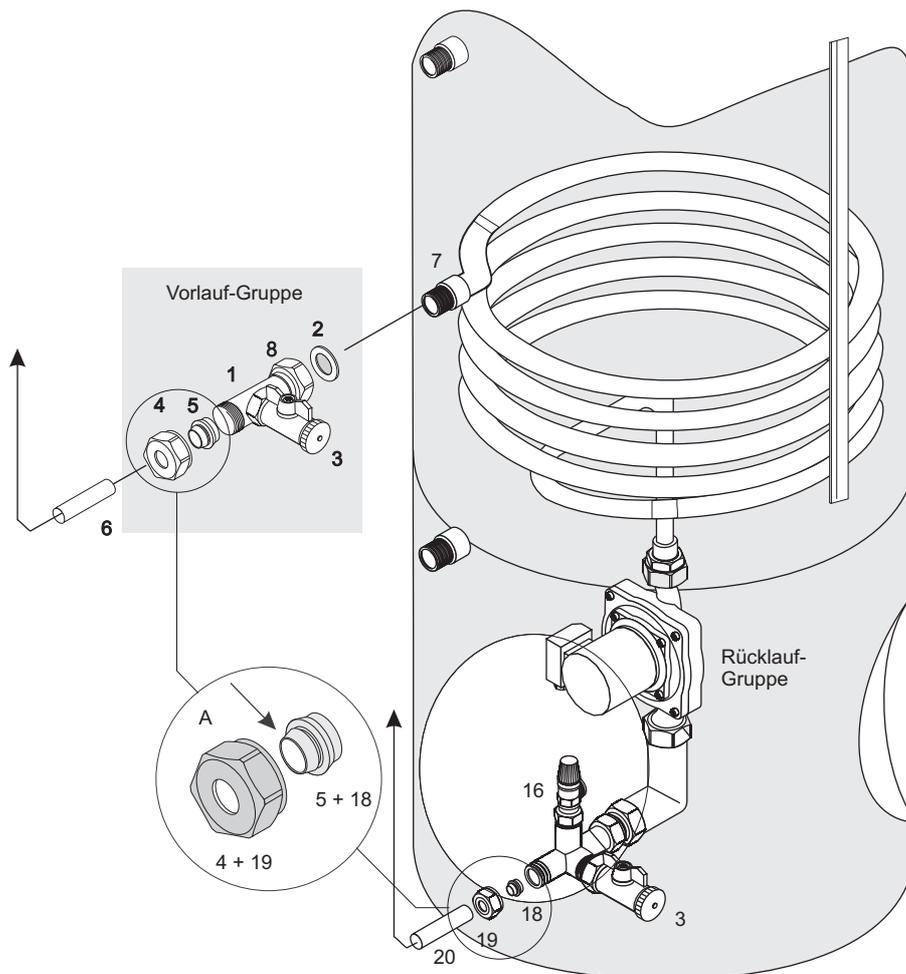

Bild 23 Solarkreis mit Vorlaufgruppe und Rücklaufgruppe (inkl. Umwälzpumpe).
#### Anschluss der Solargruppen (Bild 23)
- Den Solarkreisrücklauf (Bild 23, 20) mit Hilfe der Klemmringverschraubung (18) + (19) an der Rücklaufgruppe und den Solarkreisvorlauf (6) mit der Klemmringverschraubung (4) und (5) an der Vorlaufgruppe verbinden. Dazu Rohrenden gerade absägen, entgraten und bis zum Anschlag in die Klemmringverschraubungen einführen.
- In der Vergrößerung A (Bild 23) ist die richtige Einbaulage der Reduzierung (5,18) zu erkennen. Die Seite mit der kleineren Fläche ist zur Überwurfmutter zu drehen. Beim Festdrehen mit passenden Maulschlüsseln gehalten.